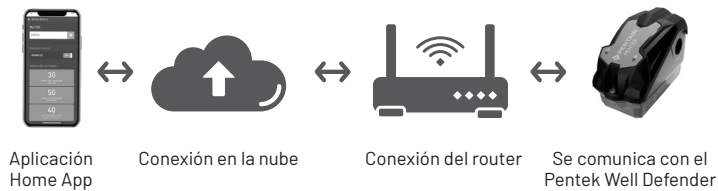

Figura 2: Resumen de configuración móvil
**NOTA:** Se requiere el código de identificación único del dispositivo para este paso. El código de identificación se puede encontrar en la cubierta interna del dispositivo o en la página de configuración descrita en la Figura 2 en la página siguiente.